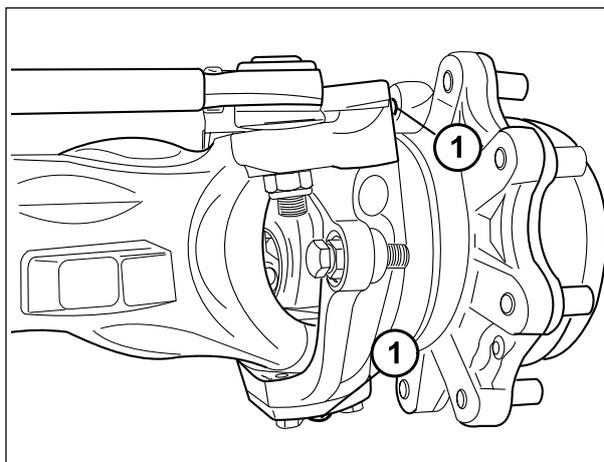

Fig.5-24A
- Pinos de articulação dos redutores das rodas no eixo com tracção às quatro rodas (Qde. 2). (1, Fig.5-24A)